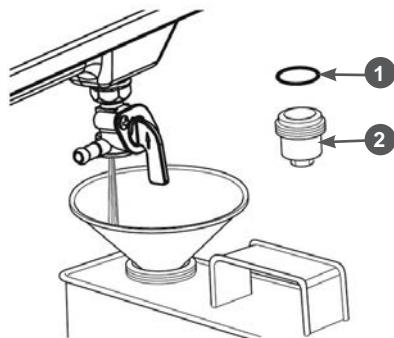

Рис. 24 Слив топлива с топливного бака
- открутите стакан 2 отстойника (Рис. 24);
- откройте топливный кран и слейте топливо в приготовленную для этого ёмкость (Рис. 24);
— установите на место стакан отстойника. Перед установкой убедитесь в том, что уплотнительное кольцо 1 находится на месте и не повреждено (Рис. 24).